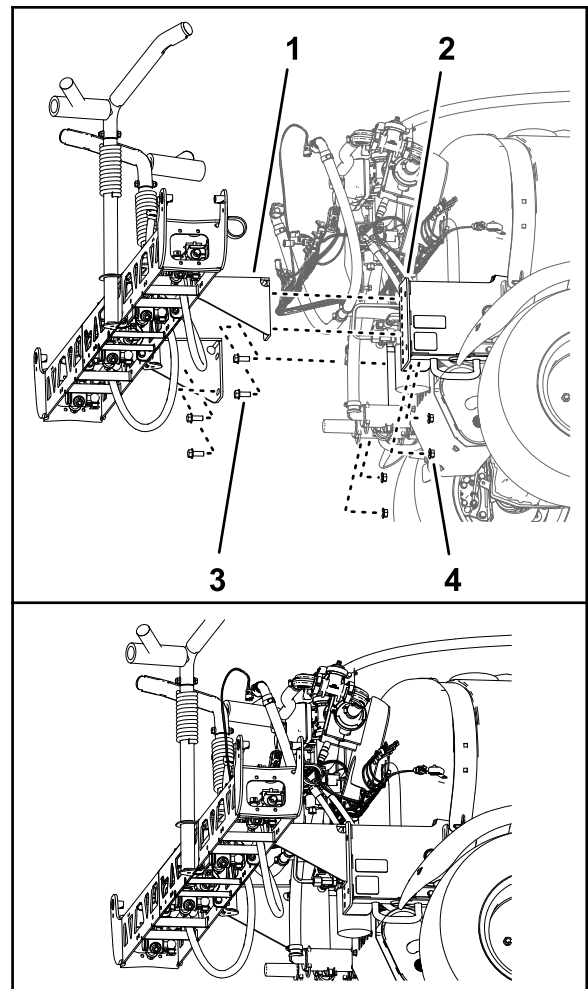

図 94
1. 所定の能力のある吊り上げ装置を使ってセンターブームを吊り上げ、サポートブラケットについているブーム用の穴(図 94)を、車両のフレームの取り付けプレート(ステップ 3)センターブームを取り外す(ページ 25)で探しておいたものに合わせる。
- センターブームを取り付け用チャンネル部材に組み付ける 図 94 ステップ 4 センターブームを取り外す (ページ 25) で取り外したフランジヘッドボルト $\frac{1}{2}$ " x $1\frac{1}{4}$ " 4本とフランジロックナット $\frac{1}{2}$ " 4個を使用する。